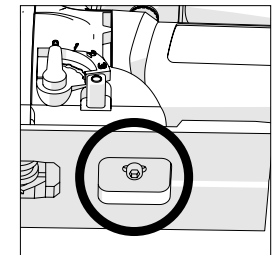

Abb. 8
- Die Innensechskantschraube lösen, welche die Fußplatte an der Maschine befestigt. (**Abb. 8**)
- Den Fußplattenschuh aus Kunststoff wieder anbringen und dabei sicherstellen, dass alle sechs (6) Befestigungsbügel (2 vorne an der Fußplatte und 2 an jeder Seite) richtig sitzen.